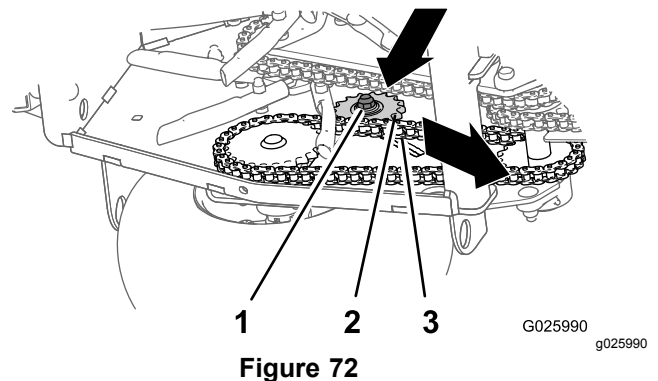

Figure 72
3. Contrôlez la tension des chaînes des roues motrices (Figure 72).
4. Desserrez le contre-écrou et le boulon de carrosserie qui fixent le pignon de tension (Figure 72).
- Poussez le pignon vers le bas et l'avant pour augmenter la tension de la chaîne, comme montré à la Figure 72.